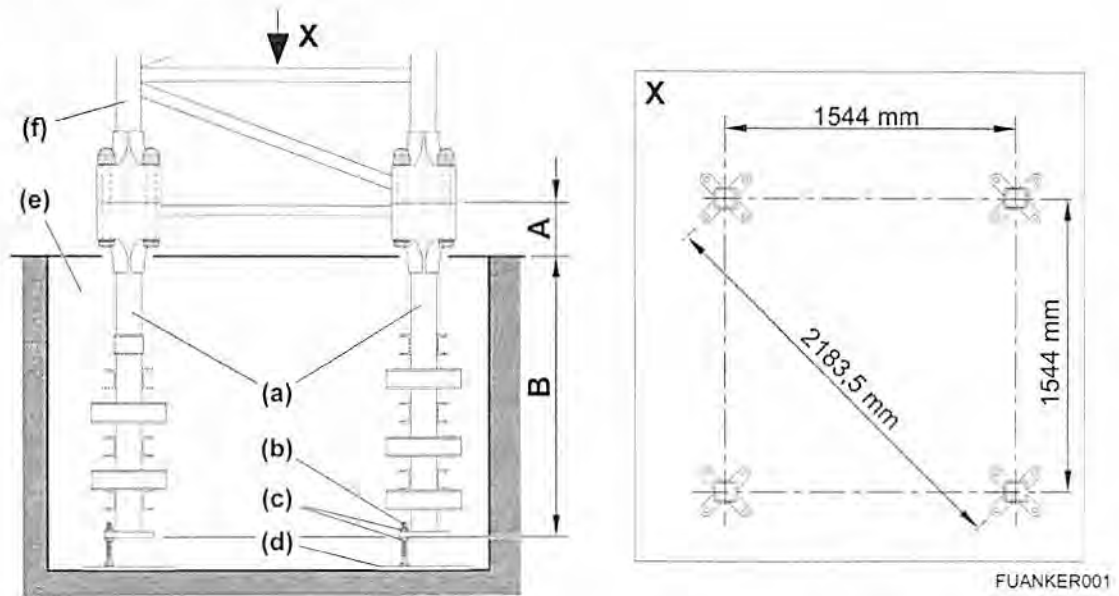

Fig. 134: Einbaumaße des Standard-Fundamentankers für das Turmsystem 120 HC
- ▶ Grundturmstück ausrichten. Dabei die Maße **A** und **B** einhalten (siehe: Fig. 134, Seite 186). (3)